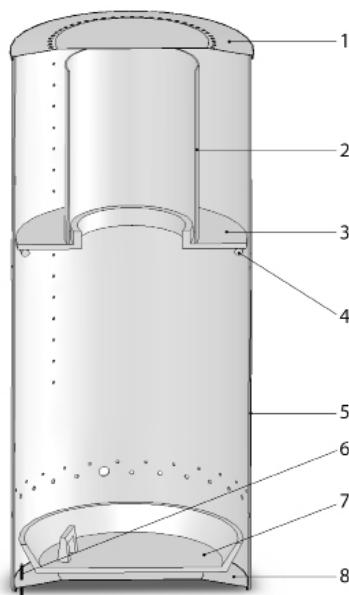

Fig. 4
► Убедитесь, что тарелка сгорания находится внутри камеры сгорания (FIG4/n3).
► Поместите верхнее кольцо в камеру сгорания конусом вверх и установите форсажный цилиндр на его вершине (труба горячего воздуха) (FIG4/n2).